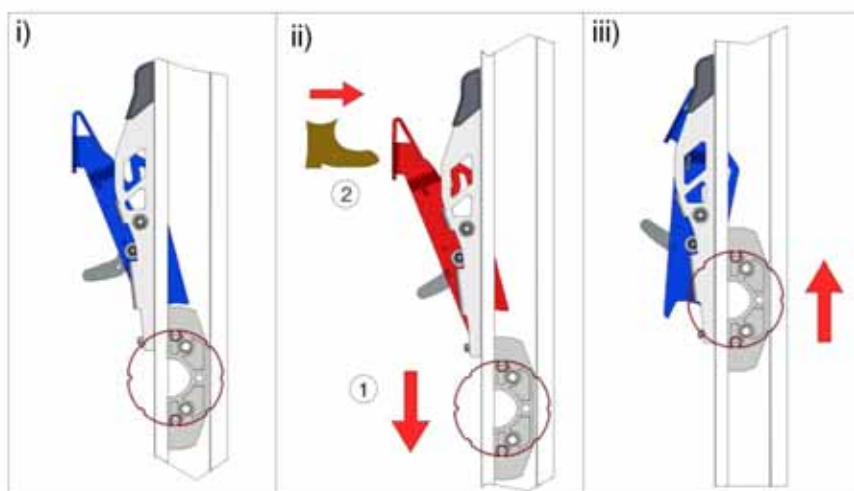

Abb.22, Öffnen des Agridoors aus geschlossenem Zustand
*Aus geschlossenem Zustand:* Schalter betätigen, um die Tür abzusenken, bis der Motor automatisch ausschaltet. Beide Sperrklinken durch Drücken des oberen Teils der Sperrplatte öffnen (Abb. 22). Schalter erneut betätigen, bis die Tür vollständig geöffnet ist.